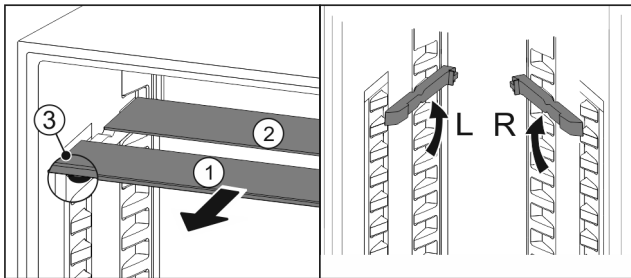

Fig. 159
- ▶ 将玻璃隔板逐个向前拉出 Fig. 159 (1)。
- ▷ 带装饰条的玻璃隔板 Fig. 159 (1) 在前。
- ▷ 阻挡装置 Fig. 159 (3) 指向下方。